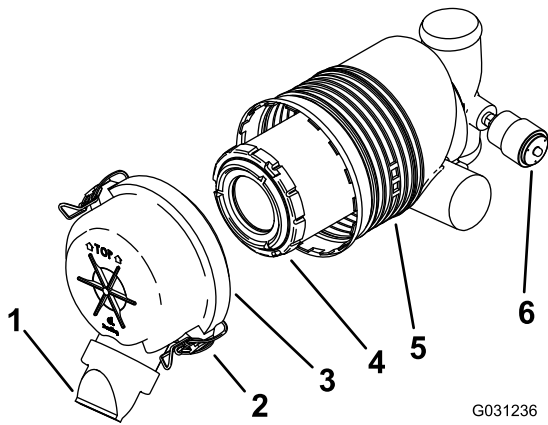

Bild 43
Wichtig: Tauschen Sie den Luftfilter nur aus, wenn die Wartungsanzeige rot ist (Bild 43). Das frühzeitige Auswechseln des Luftfilters erhöht nur die Gefahr, dass Schmutz in den Motor gelangt, wenn Sie den Filter entfernen.
5. Lösen Sie die Riegel am Luftfilter und ziehen Sie die Abdeckung vom Luftfiltergehäuse ab (Bild 43).
- Wenn die Wartungsanzeige durchsichtig ist, setzen Sie die Luftfilterabdeckung auf (die Staubkappe sollte nach unten zeigen) und befestigen Sie die Riegel (Bild 43).
1. Schieben Sie den Filter vorsichtig aus dem Luftfiltergehäuse heraus (Bild 43).
3. Setzen Sie den Filter vorsichtig ein (Bild 43).
4. Setzen Sie die Luftfilterabdeckung auf (die Staubkappe sollte nach unten zeigen) und befestigen Sie die Riegel (Bild 43).